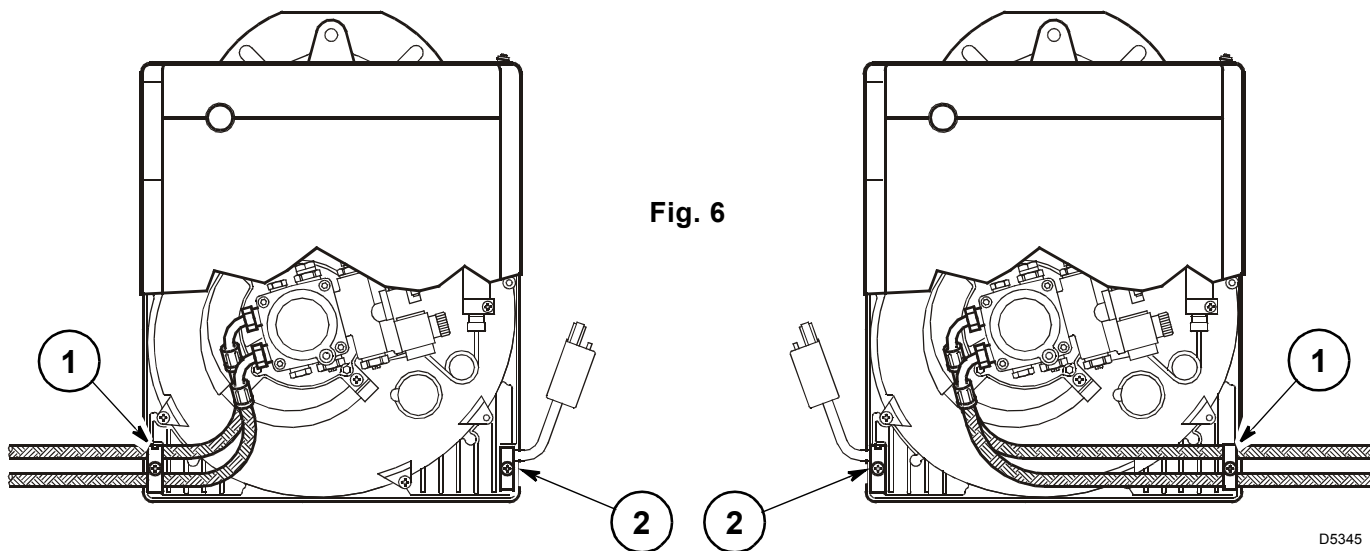

Fig. 6
Il bruciatore è predisposto per ricevere i tubi di alimentazione del gasolio da entrambi i lati. A seconda che l'uscita dei tubi avvenga a destra o a sinistra del bruciatore si dovranno invertire sia la piastrina di fissaggio (1) che il pressacavo (2), (vedi fig. 6).